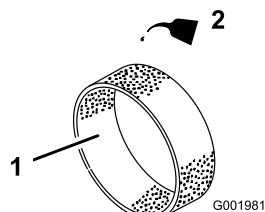

図 46
- 乾いたら新しいエンジン・オイルを30~60 cc含ませる(図 46)。